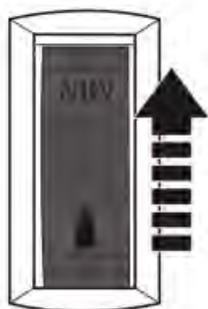

Fig. 13
- > Tournez le sélecteur de vitesse [3] vers l'avant pour augmenter la puissance de l'aspirateur/souffleur (Fig. 13).